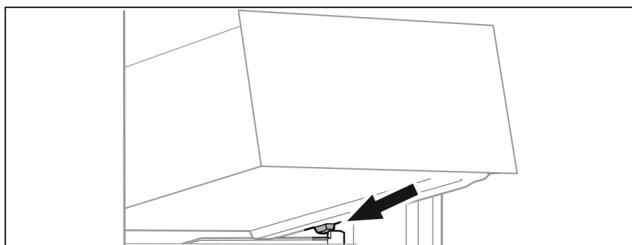

Fig. 58
- Наклоняя вниз, установите выдвижной ящик за стопоры на контейнерное ребро. (см. Fig. 58)